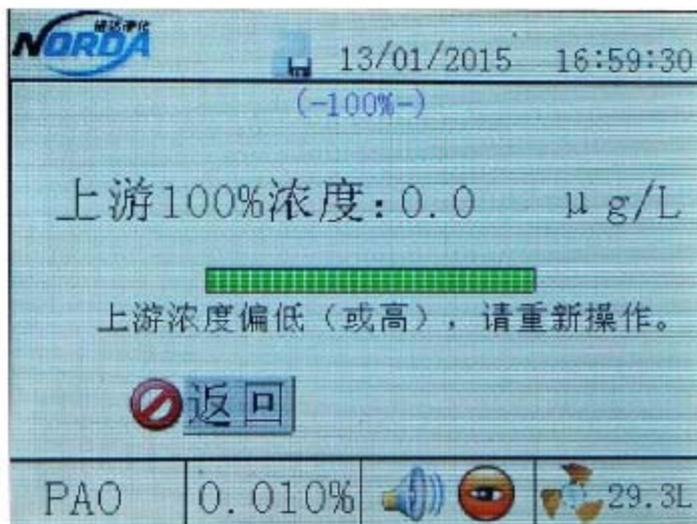

图 4
- 2) 100%浓度检测：选择上游100%浓度检测模式设置仪器，按【确认】键用户将进入上游浓度检测，保持仪器显示浓度在20ug/L-100ug/L之间，待绿色光度条走满并显示“OK”时，表示上游100%浓度检测完成，点击【确认】键进入下游浓度检测。下图4表示上游浓度不达标，需要重新检测。